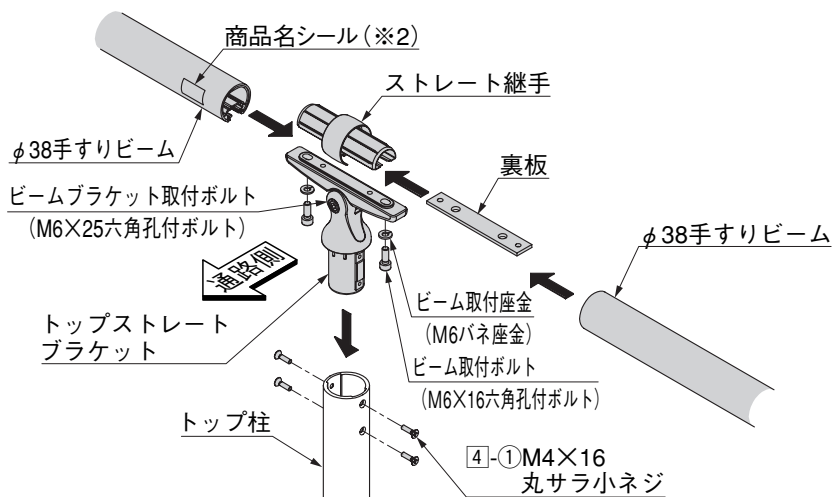

図1-1
- トップストレートブラケットは「ビームブラケット取付ボルト」が見える側を通路側に向けて施工してください。(図1-1参照)
- φ38手すりビームの商品名シール(※2)を通路側に向けて取付けてください。(図1-1参照)